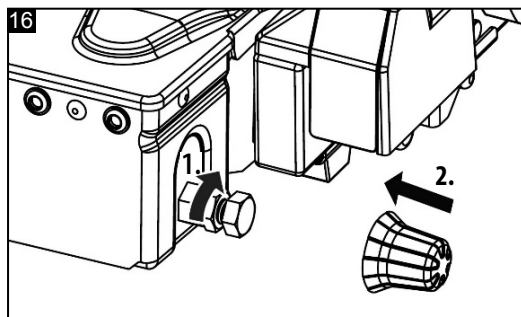

Figura 16: serrare il controdado
- Serrare il controdado (Figura 16).